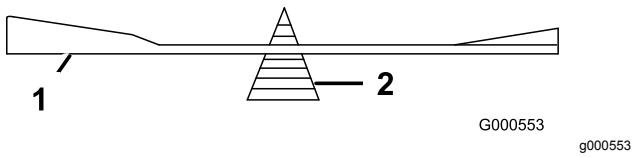

Bild 105
- Prüfen Sie die Auswuchtung des Schnittmessers auf einer Ausgleichsmaschine (Bild 105).